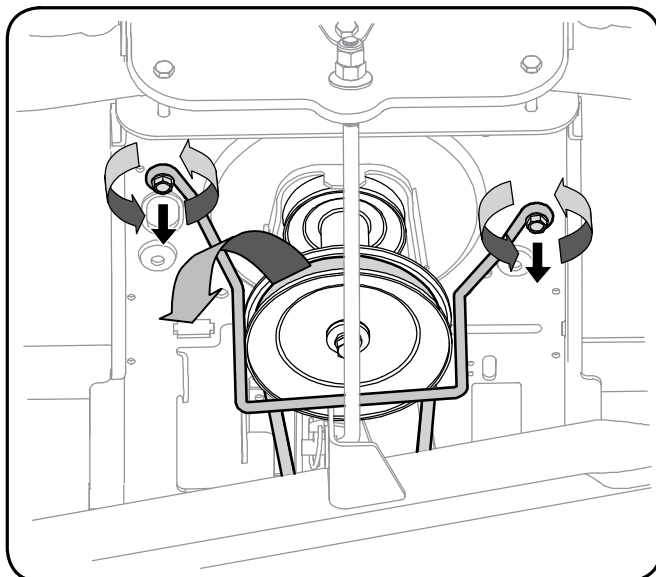

Figure 7-1
3. Localisez la poulie motrice (ou de l'embrayage de la prise de force électrique, le cas échéant) sous l'avant du tracteur. Voir la Fig. 7-1.
4. Démontez le dispositif de protection de la courroie et la courroie comme suit. Voir la Fig. 7-1.
11. Remettez le dispositif de protection de la courroie en place. Voir la Figure 7-1.